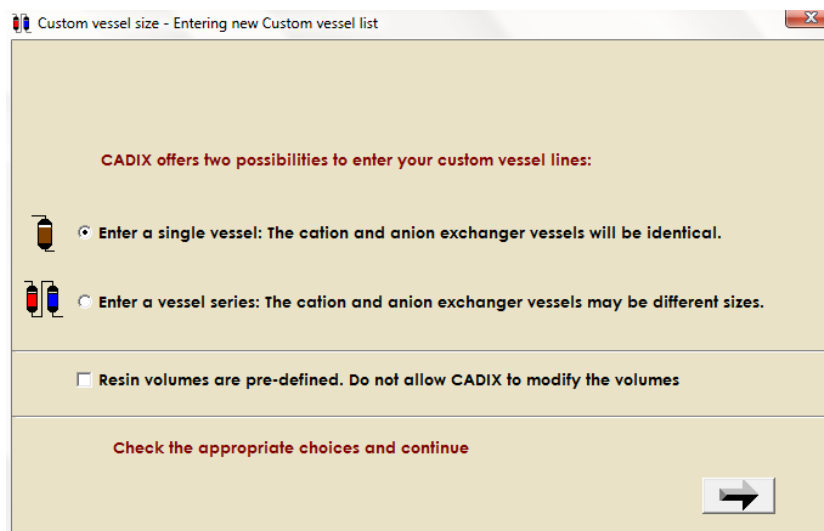

Figura 5.37: Ventana para entrar en las dimensiones del recipiente
▪ “Enter vessel dimensions”: Introducir las dimensiones del recipiente. Al seleccionar esta opción aparece la ventana de la figura 5.37, en la cual informan de que hay dos posibilidades para entrar en la línea personalizada de recipientes.
Después de seleccionar las opciones que se deseen, clicar en la flecha de abajo a la derecha y aparecerá una ventana similar a la de la figura 5.38, para la opción de una serie de recipientes, salvo que los cuadros rosas y azules estarán en diferentes cuadrados según se haya marcado o no el poder modificar los volúmenes de CADIX en la ventana anterior de la figura 5.37. Los datos se introducen en los cuadros blancos, mientras que los cuadros coloreados calculan el valor de forma automática. En el caso de elegir un único recipiente la columna azul y blanca llamada “SBA” no aparecerá.
- “Height between plates (H)”: Altura entre platos, es la altura representada como H en la figura 5.37.